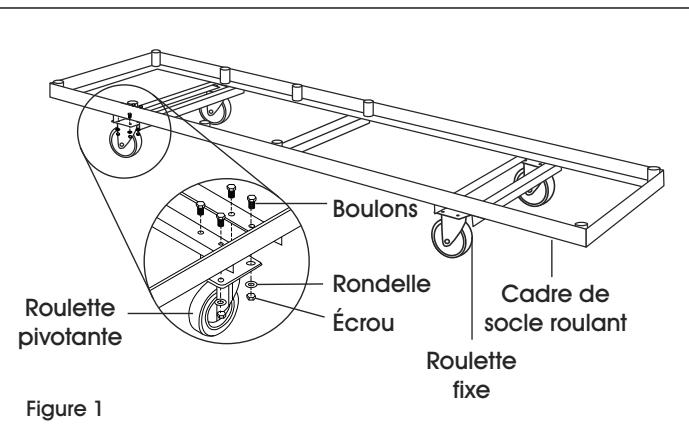

Figure 1
- Fixez les roulettes pivotantes sur l'extrémité du cadre de socle roulant comprenant plusieurs emboîtures et les roulettes fixes sur le côté opposé avec 16 boulons, 16 écrous et 16 rondelles. (Voir Figure 1)